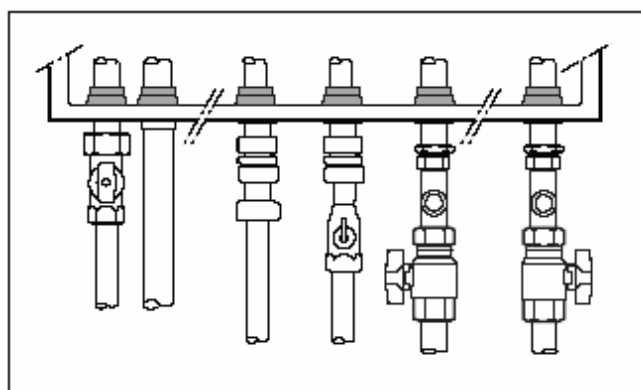

Рис. 43 Осмотр общих коррозионных проявлений
- Все детали, содержащие газ или воду, проверить на наличие коррозионных проявлений (рис. 43).